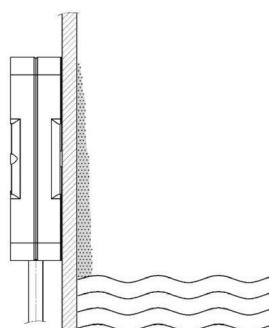

Fig. 5-2 : Étalonnage « vide » avec dépôts adhérents
1. Le produit / niveau ne se trouve *pas* dans la zone de détection (voir Fig. 5-2).